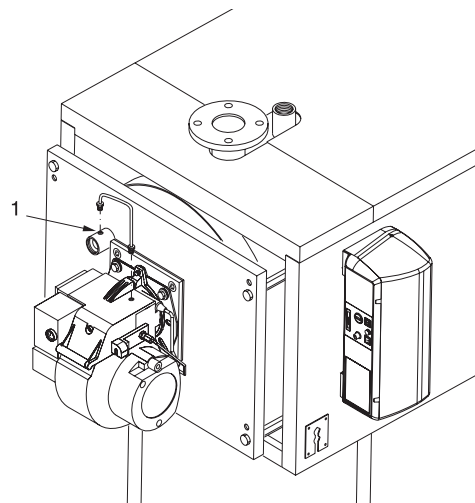

fig. 8
Le viseur de flamme de la porte foyère est muni d'un raccord fileté de 1/8" (pos. 1 - fig.8) sur lequel est montée une prise de pression de 9 mm, pour la mesure de la contre-pression de la chambre de combustion.